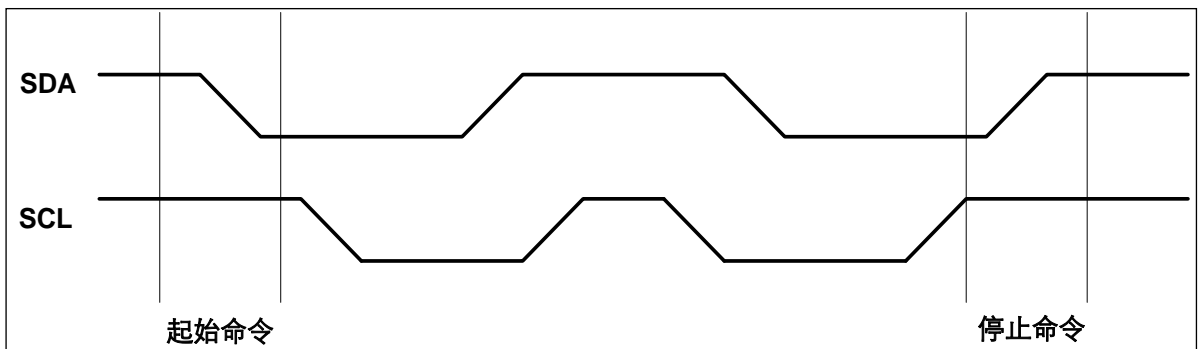

图 19-4 起始 (Start) 与停止 (Stop) 命令定义
**起始命令:** 当 SCL 为高, SDA 由高到低的变化被视为起始命令, 必须以起始命令作为任何一次读/写操作命令的开始(参见图 19-4)。
**停止命令:** 当 SCL 为高, SDA 由低到高的变化被视为停止命令, 在一个读操作后, 停止命令会使 EEPROM 进入等待态低功耗模式(参见图 19-4)。